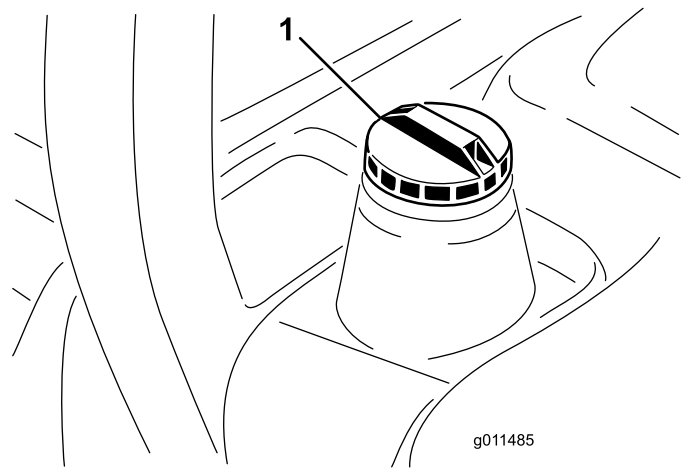

Bild 16
3. Nehmen Sie den Deckel vom Kraftstofftank ab (Bild 16).